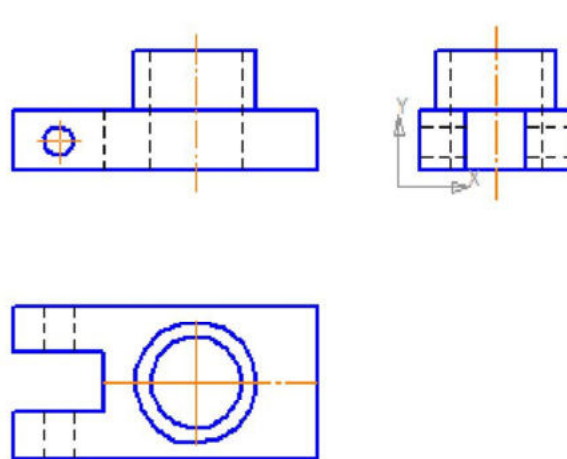

Рис. 11. Чертеж. Направляющая
- строка **Меню – Редактор – Удалить – Вспомогательные кривые и точки** (рис.11);